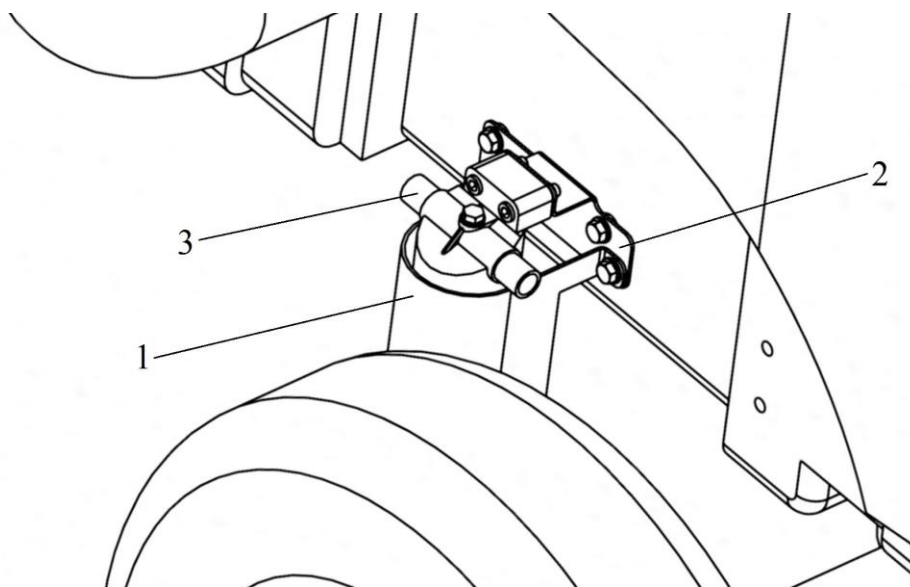

Рисунок 12 – Вид трактора справа:
6.1.5 Снять защиту фильтра поз. 1(рис. 12)